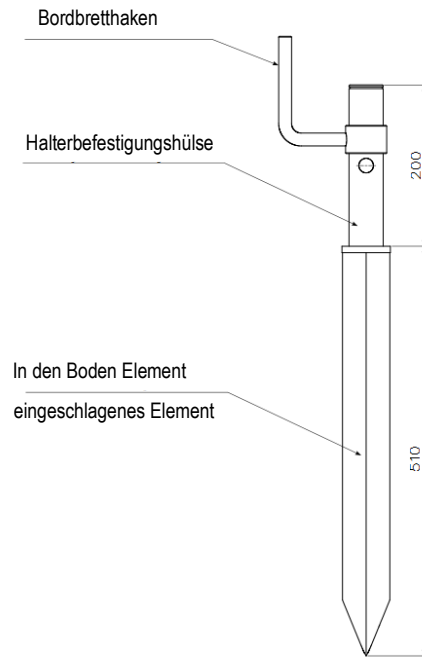

Abb. 8. Einschlaghalter
1.3.8. Einschlaghalter (Abb. 8)